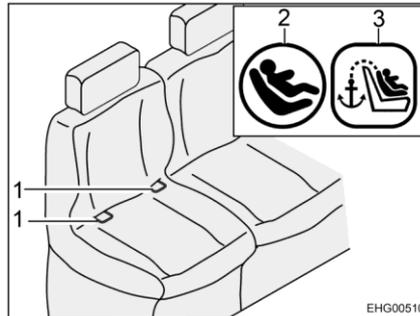
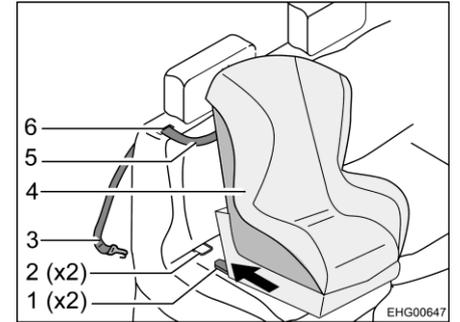

Fig. 6 Sedile con Isofix
Fig. 7 Fissaggio con Top Tether
- Far passare la cintura Top Tether (Fig. 7,5) nella fessura (Fig. 7,6) nel cuscino dello schienale (accanto al poggiatesta).
- Agganciare il gancio di fissaggio (Fig. 7,3) al punto di ancoraggio sul retro del sedile del veicolo.
- Innestare i braccetti di ritenuta (Fig. 7,1) nella staffa di supporto (Fig. 6,1 e Fig. 7,2). Al momento dell'innesto dovrebbe essere possibile sentire un "clic".
- Scuotere con decisione il seggiolino per bambini (Fig. 7,4) per verificare che sia ben fissato.